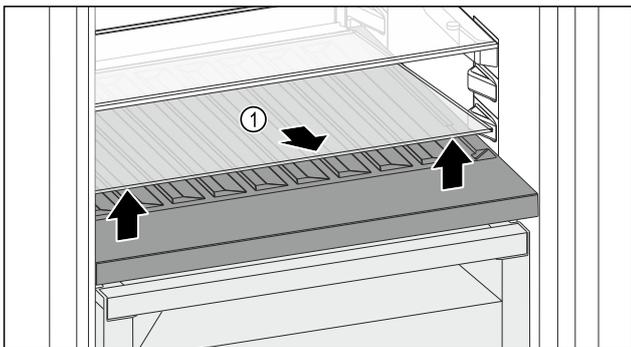

Fig. 141
- ▶ Soulever la plaque de verre Fig. 141 (1) au niveau de l'évidement avant et la retirer.
- ▶ Entreposer la plaque de verre Fig. 141 (1) dans un endroit sûr hors de l'appareil.